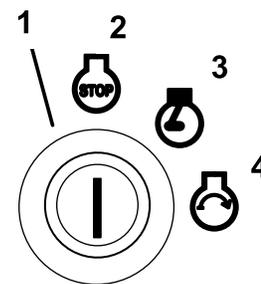

Figure 13
2. Tournez la clé dans le sens horaire en position de marche (Figure 13). Le témoin de préchauffage s'allume.
4. Tournez la clé de contact à la position contact coupé (Figure 13). Attendez l'arrêt de toutes les pièces en mouvement avant de quitter la position de conduite.